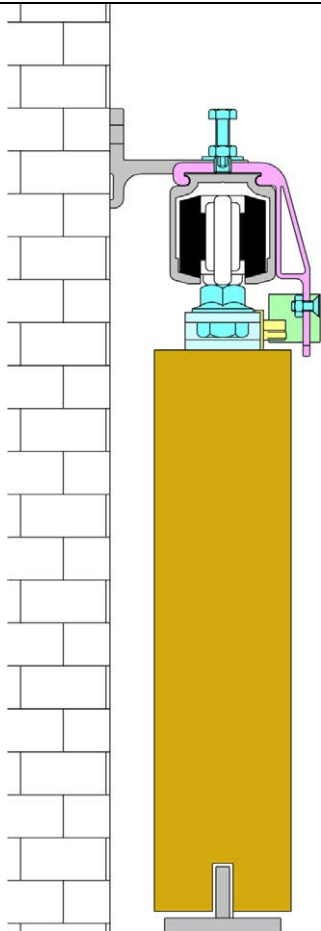
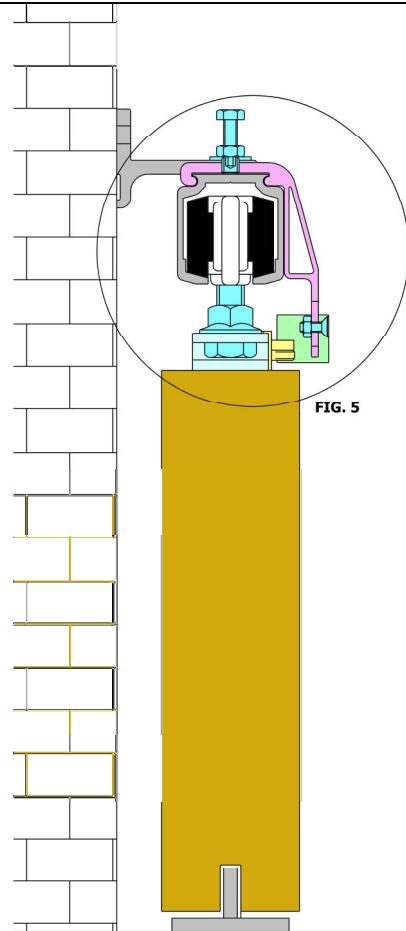

Fig. 3 Regolazione con altezza minima
Fig. 4 Regolazione con altezza massima
- Regolare l'altezza del dente in nylon in modo che agganci entrambi i denti in plastica del pistone senza toccare il bordo superiore dell'anta (vedere Fig.3) e 4)). Serrare il dado M3 in modo da fissare in posizione il dente di nylon.
- Regulate the height of the tooth in nylon so to hook the plastic teeth of the piston without hit the superior hem of the door (see Fig. 3 e Fig. 4). Tighten the locknut M3 so to fix in position the tooth in nylon.
- Régler l'hauteur du dent en nylon afin d'accrocher les deux dents en plastique du piston sans toucher le bord supérieur de la porte (voir Fig. 3 et 4). Serrer l'écrou M3 en manière de fixer en position le dent en nylon.